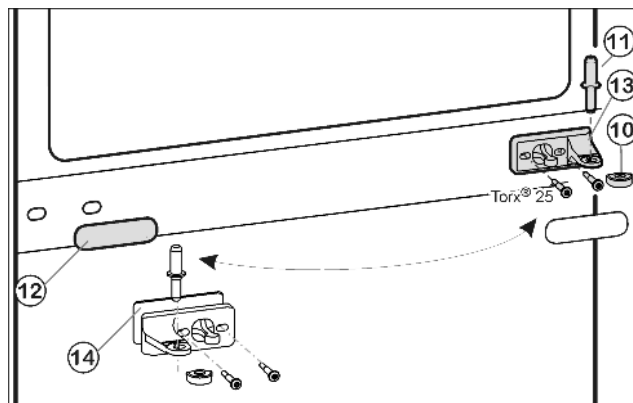
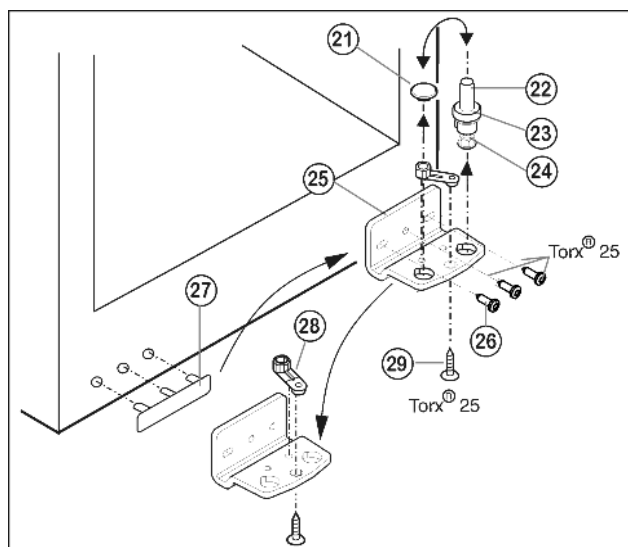

Fig. 9
Fig. 10
- ▶ Retirer le pivot central Fig. 9 (11) de sa charnière et de la porte inférieure.
- ▶ Retirer le capuchon en plastique Fig. 9 (10).
- ▶ Dévisser le support d'appui du milieu Fig. 9 (13) (2 Torx® 25).
- ▶ Retirer avec précaution le panneau-cache Fig. 9 (12).
- ▶ Visser le support d'appui du milieu Fig. 9 (13) avec le support pivoté Fig. 9 (14) de 180° sur le nouveau côté charnière (avec 4 Nm).
- ▶ Encliqueter de nouveau le panneau-cache Fig. 9 (12) tourné de 180° sur le nouveau côté poignée.
- ▶ Dévisser le pivot Fig. 10 (22) complètement avec le disque Fig. 10 (23) et le pied réglable Fig. 10 (24) vers le haut.
- ▶ Enlever le bouchon Fig. 10 (21).
- ▶ Dévisser Fig. 10 (26) le support d'appui Fig. 10 (25).
- ▶ Dévisser l'élément pivotant Fig. 10 (28) et le permuter dans le trou opposé du Fig. 10 (29) support d'appui.
- ▶ Soulever le cache côté poignée Fig. 10 (27) avec précaution et le positionner sur le côté opposé.
- ▶ Revisser à fond le support d'appui Fig. 10 (25) sur le nouveau côté charnière en utilisant une visseuse sans fil si nécessaire, avec un couple de serrage de 4 Nm.
- ▶ Replacer le bouchon Fig. 10 (21) dans l'autre trou.
- ▶ Replacer le pivot Fig. 10 (22) complètement avec le disque et le pied réglable. Faire attention à ce que les ergots d'encliquetage soient tournés vers l'arrière.
- ▶ Placer la porte supérieure par le haut sur le pivot inférieur *Fig. 10 (22)*.
- ▶ Remettre le capuchon en plastique *Fig. 9 (10)* sur le support d'appui central *Fig. 9 (13)*.
- ▶ Placer le pivot du milieu *Fig. 9 (11)* sur le nouveau côté charnière à travers le support d'appui central *Fig. 9 (13)* dans la porte inférieure.
- ▶ Placer la porte supérieure sur le pivot du milieu *Fig. 9 (11)*.
- ▶ Aligner éventuellement les portes à la carrosserie grâce aux deux trous longitudinaux dans le support d'appui inférieur *Fig. 10 (25)* et le support d'appui central *Fig. 9 (13)*. Pour cela, dévisser la vis centrale du support d'appui inférieur *Fig. 10 (25)*.